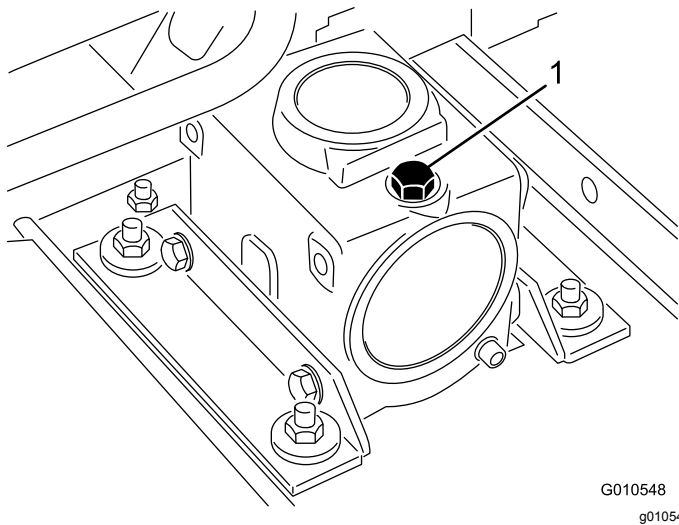

Figure 18
2. Retirez le bouchon de remplissage-jauge au sommet du boîtier d'engrenages (Figure 18) et vérifiez que le niveau de lubrifiant se situe entre les repères sur la jauge. Si le niveau de lubrifiant est trop bas, faites l'appoint de lubrifiant pour faire monter le niveau entre les repères.